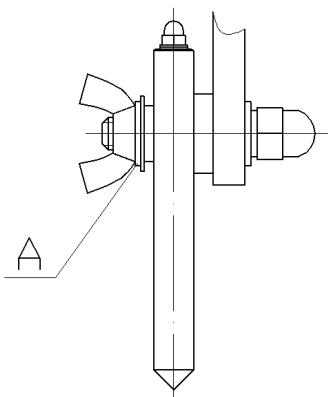

Рисунок 1 - Установка сменного сопротивления
7.3.2.1 Под барашковые гайки (поверх сменного сопротивления) установить плоские шайбы «А» Ø8мм (см. рисунок 1), а затем плотно притянуть сменное сопротивление барашковыми гайками к фиксаторам - для обеспечения надежного электрического контакта.